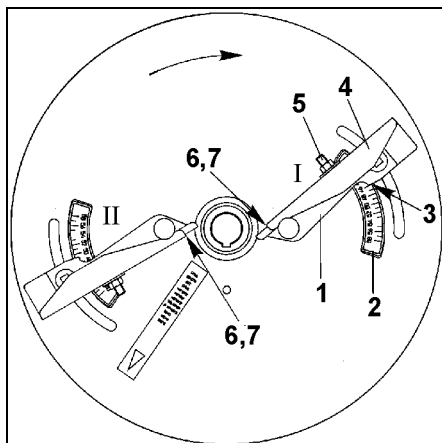

Fig. 45
sker, beroende på gödseltyp och körspårsavstånd till fältkant, med hjälp av de teleskopiska utkastarvingarna (Fig. 45/1) enligt angivelserna nedan:
- De teleskopiska utkastarvingarna (Fig. 45/1) kan vridas, sedan muttern vid inställningsskalan (Fig. 45/2) för respektive vinge lossats. Inställningsvärdet avläses vid avläsningskanten (Fig. 45/3) varefter muttern åter drages åt.
- Den yttre delen (Fig. 45/4) av den teleskopiska utkastarvingen kan dras ut sedan muttern (Fig. 45/5) lossats, varefter vingen kan ställas in till ett högre bokstavsvärde (Fig. 45/6) Respektive inställning för teleskopdelen avläses vid avläsningskanten (Fig. 45/7).